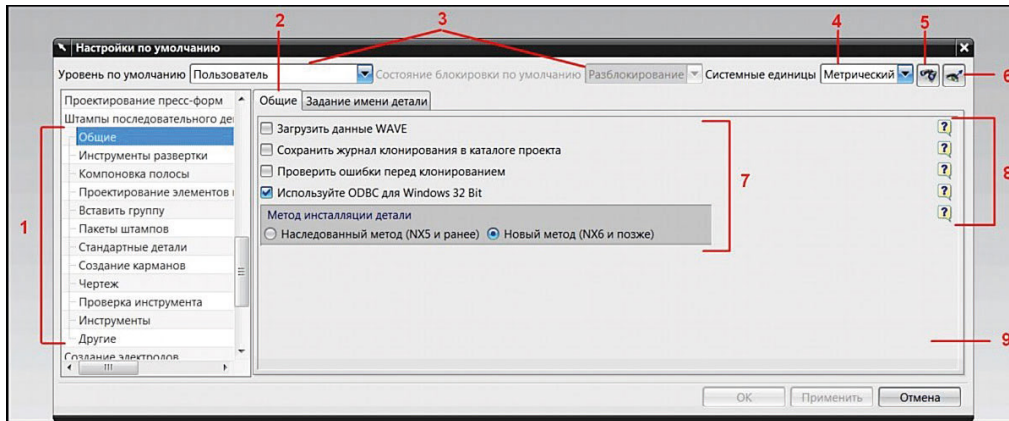
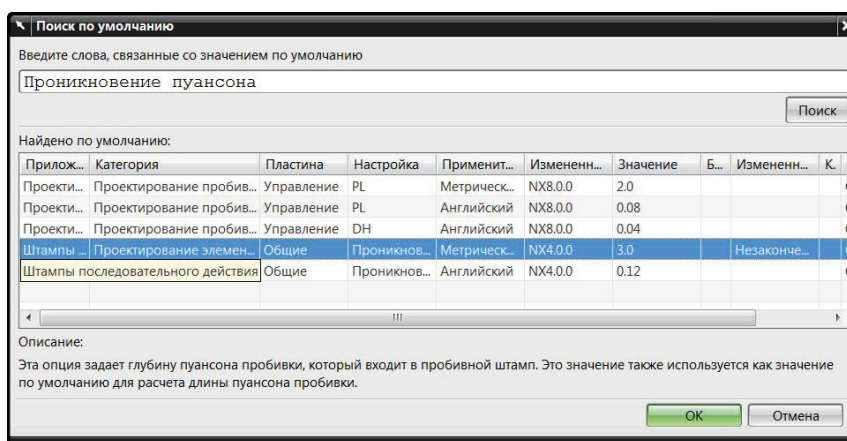

Рис. 2.3. Меню «Настройки по умолчанию – Штампы последовательного действия»
Рис. 2.5. Окно «Поиск по умолчанию»
**Настройки по умолчанию** устанавливаются перед сессией работы пользователя при помощи меню **Файл – Утилиты – Настройки по умолчанию – Штампы последовательного действия** (рис. 2.3).
Структура окна диалога настроек по умолчанию МШПД состоит из 9 объектов (рис. 2.3):
Разделы настроек по умолчанию расположены в окне в соответствии с этапами проектирования. Установка новых значений настроек производится в окне 9 (рис. 2.3), так же, как и в других приложениях и окнах диалога NX. Изменения, проведенные в настройках по умолчанию, вступают в действие после перезагрузки NX.
Для ускорения поиска настроек и имен переменных применяется кнопка 5 (рис. 2.3).
Например, определим, где встречается в окне разделов 1 (рис. 2.3) параметр **Проникновение пуансона**, который задает глубину захода пуансона в матрицу (рис. 2.5, 2.6) в крайнем нижнем положении.
- нажмите кнопку 5 (рис. 2.3);
- нажмите кнопку **Поиск** (рис. 2.5);